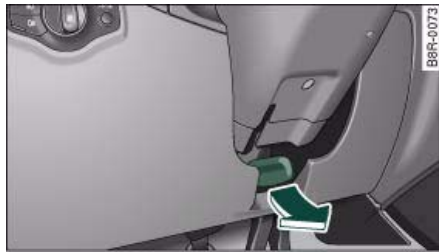

Fig. 100 Palanca debajo de la columna de dirección
- Tire de la palanca ⇒ fig. 100 -flecha- ⇒ ⚠.